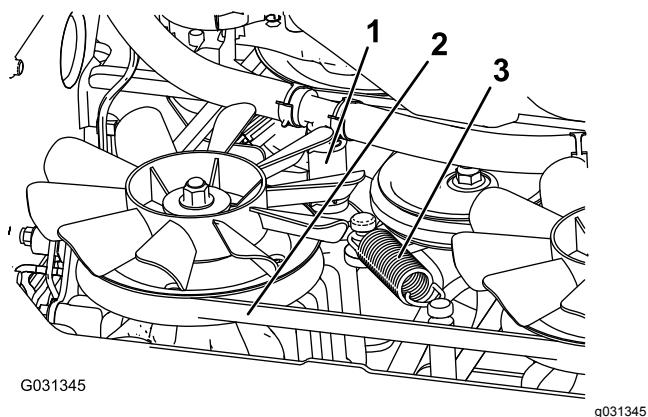

Figura 68
- Retire la manguera hidráulica inferior (Figura 68).
- Retire el muelle tensor (Figura 68).
7. Retire la correa de la carcasa del embrague y del tope del embrague (Figura 68).